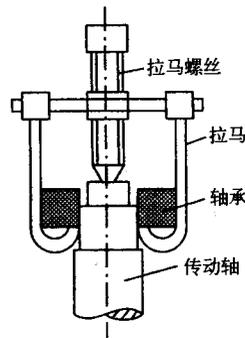
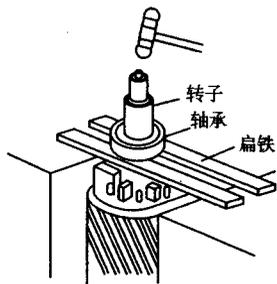

图3-4 拉马法拆卸洗衣机中电动机的滚珠轴承
图 3-5 架空法拆卸洗衣机中电动机的滚珠轴承
② 滚珠轴承的拆卸和装配。拆卸滚珠轴承的第一种方法是采用拉马拆卸,如图3-4所示。拉马的爪钩尽量抓住轴承内圈,通过转动扳手,爪钩产生的拉力将轴承慢慢拉下来。第二种方法是用两根扁扁铁将轴承架在台钳上,转子悬空,如图3-5所示。然后在转子轴上端垫好硬木块后,用锤子慢慢敲击。使轴承由转轴上慢慢脱落下来。但应注意在转子下面放